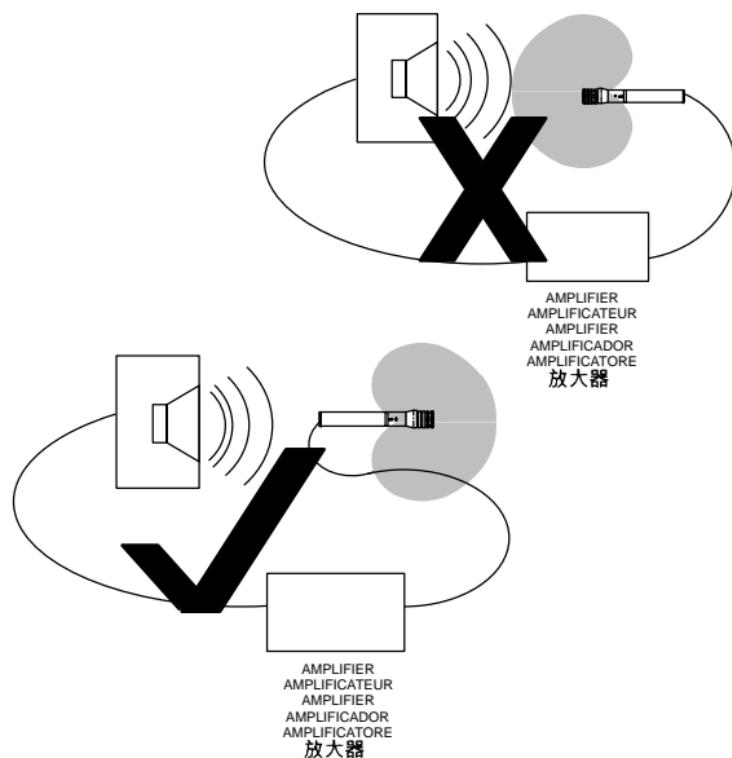

FIGURE 1 · ABBILDUNG 1 · FIGURA 1
2. Das Mikrofon auf die Schallquelle und weg von unerwünschten Schallquellen richten (siehe Abbildung 1), um die beste Verstärkung vor Rückkopplung und Isolierung von unerwünschten Hintergrundgeräuschen zu erreichen. Das BG4.1 zeichnet sich durch ein Kardioidenpolarmuster aus, das am empfindlichsten für Geräusche unmittelbar vor dem Mikrofon ist, während die Tonaufnahme im 180°-Bereich abgeschwächt wird.